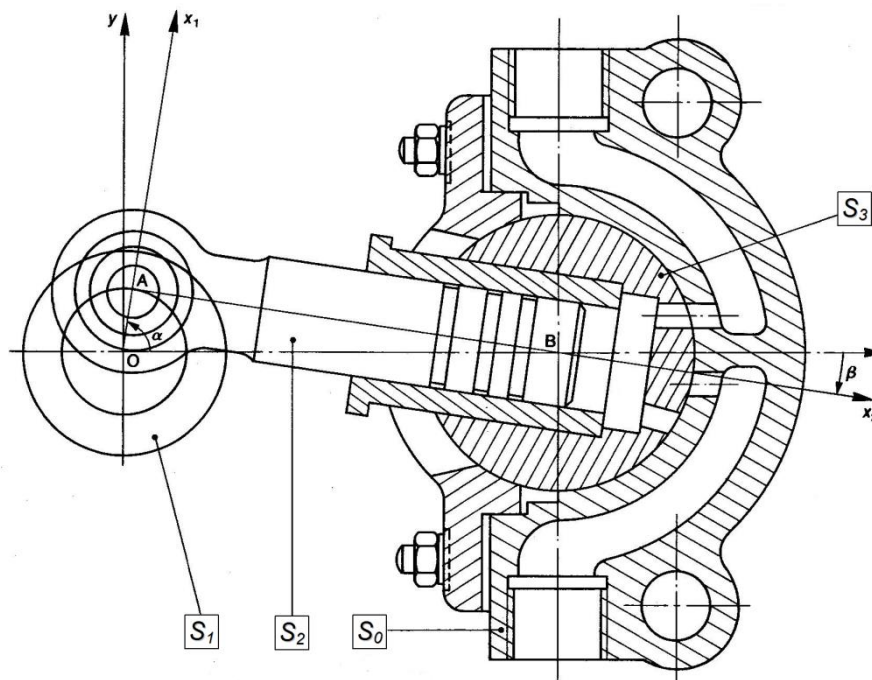
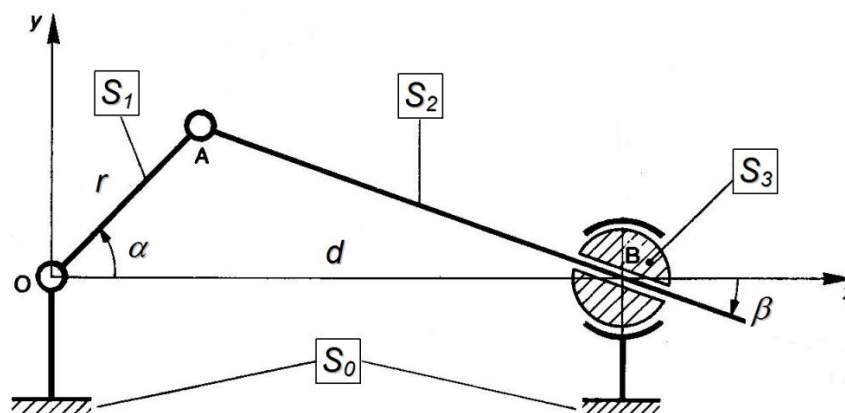

Figure 1 : Plan d'ensemble de la pompe (éch : 1/2)
Figure 2 : Schéma cinématique de la pompe
Dans la pompe présentée en Figure 1, la rotation du vilebrequin S_1 provoque le déplacement de S_2 et la rotation alternative de S_3 . Les passages prévus sur S_2 et S_3 permettent de transférer un fluide par aspiration et refoulement successifs. Le schéma cinématique du système est donné en Figure 2.
La Figure 1 est à l'échelle $\frac{1}{2}$. Calculer la cylindrée de cette pompe.
2.4. Au vu de la Figure 2, déterminer la plage de variation angulaire de β .
2.5. Exprimer la rotation β en fonction des paramètres α , r et d donnés en Figure 2